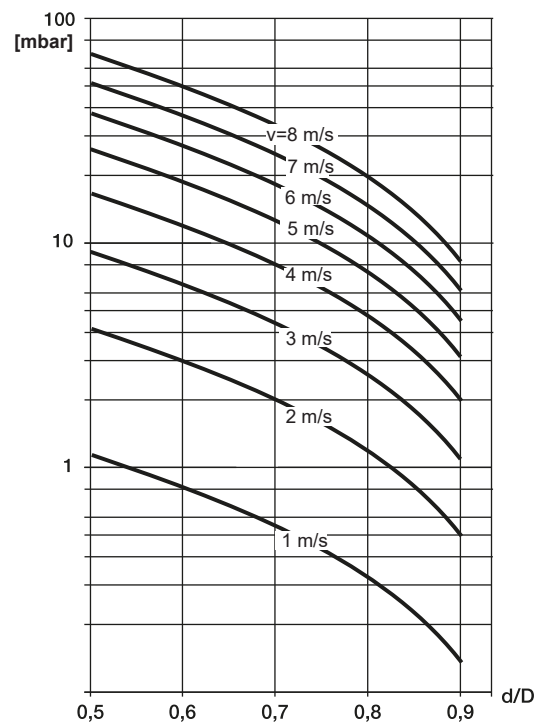

Abbildung 27 Durchflussnomogramm für Flanschübergangsstück mit  $\alpha/2 = 8^\circ$
2. Die Fließgeschwindigkeit aus dem Durchflussnomogramm (Abbildung 27) entnehmen.
3. In der Abbildung 27 auf der Y-Achse den Druckverlust ablesen.